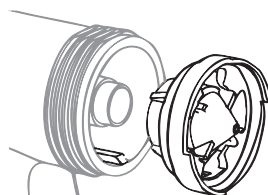

FIGURA 9.9
- Desenrosque la tuerca unión, retire el regulador de tinta y la boquilla pulverizadora. Limpie el regulador de tinta y la boquilla pulverizadora con un pincel con solvente o agua (ver Figura 9.9);